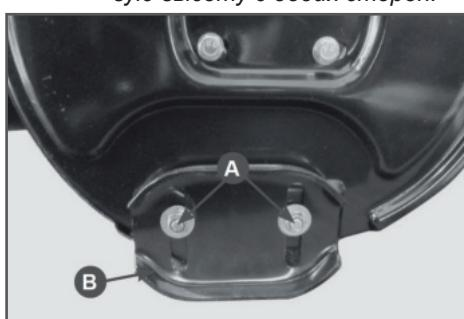

Рис.17 Регулировка высоты забора снега
2. Ослабьте гайки крепления полозков (A), Рис.17) и установите полозки (B) на необходимую высоту. Снова затяните гайки.